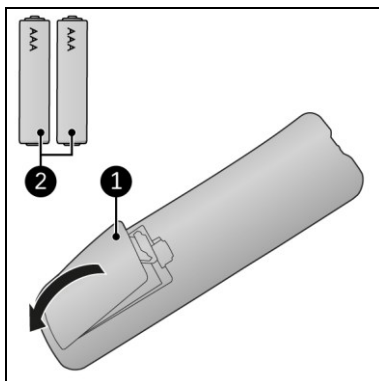

Figure 12
1. Retirez le couvercle (figure 12, pos. 1).
3. Insérez deux piles (AAA 1,5 V) (figure 12, pos. 2) comme indiqué dans le compartiment à piles. Veillez à insérer les piles correctement.
5. Retirez les piles de la télécommande (figure 12).